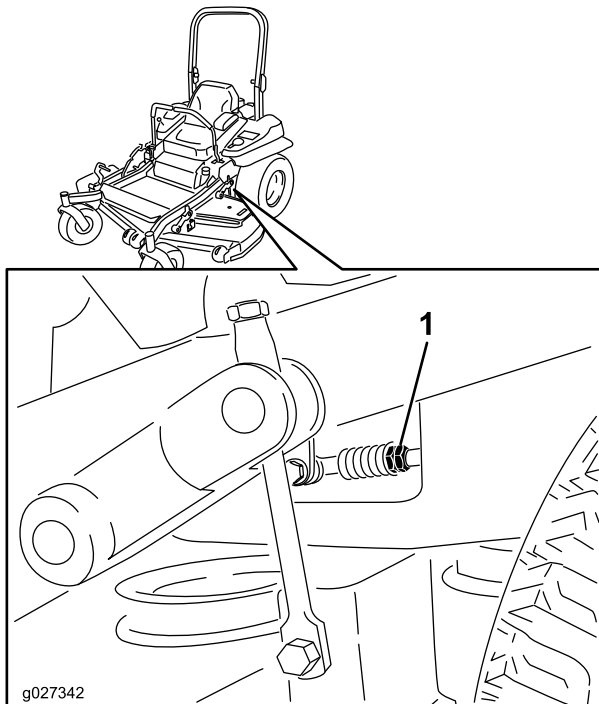

Figure 80
- Réglez la longueur des tiges de pompes en tournant les doubles écrous dans le sens voulu jusqu'à ce que les roues tournent légèrement en marche arrière (Figure 80).